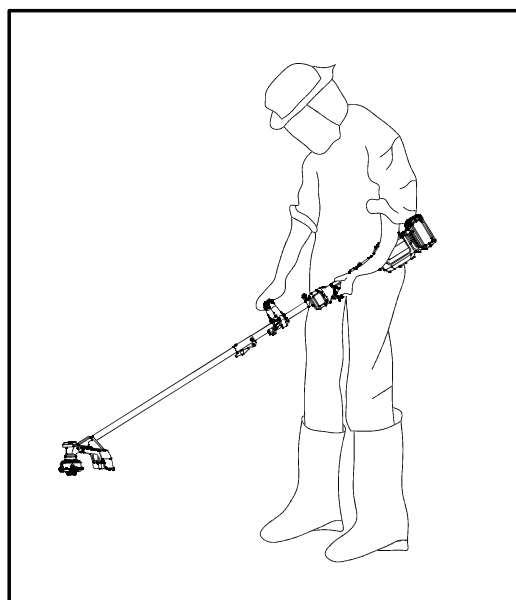

Fig. 27
7. Certifique-se de que o ângulo da cabeça de corte está paralelo à superfície a ser cortada (Fig. 27).